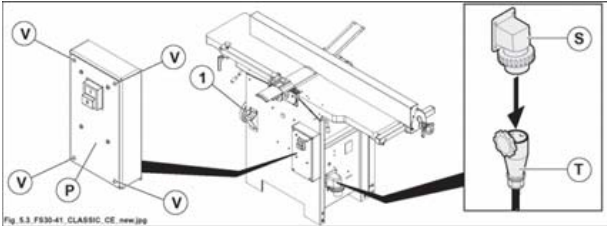

Fig. 5.3 Fig. 5.3
- sul fronte macchina (1 fig. 5.3).
prima di effettuare qualsiasi operazione togliere l'alimentazione elettrica e scollegare il cavo di alimentazione (presa T fig. 5.3) dalla spina (S fig. 5.3).
- svitare le viti (V fig. 5.3) per aprire il pannello (P fig. 5.3).
- chiudere il pannello (P fig. 5.3).